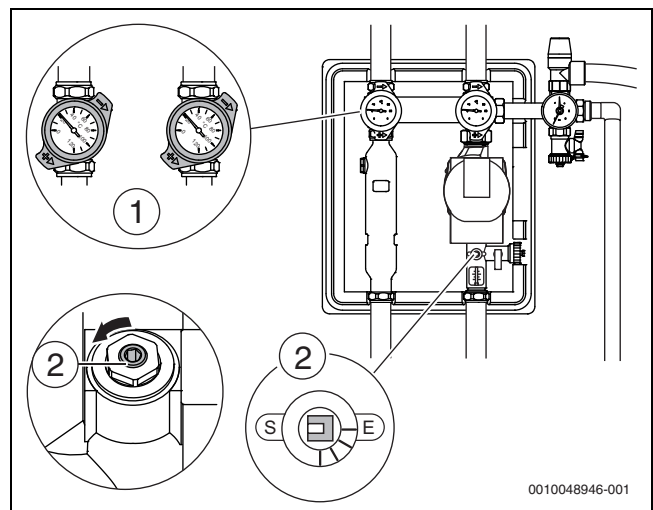

Bild 43 Geöffnete Absperreinrichtungen
- Kugelhähne (→ Bild 43, [1]) an den Thermometern auf 45° stellen und den Durchflussbegrenzer (→ Bild 43, [2]) sowie andere Absperrvorrichtungen öffnen.